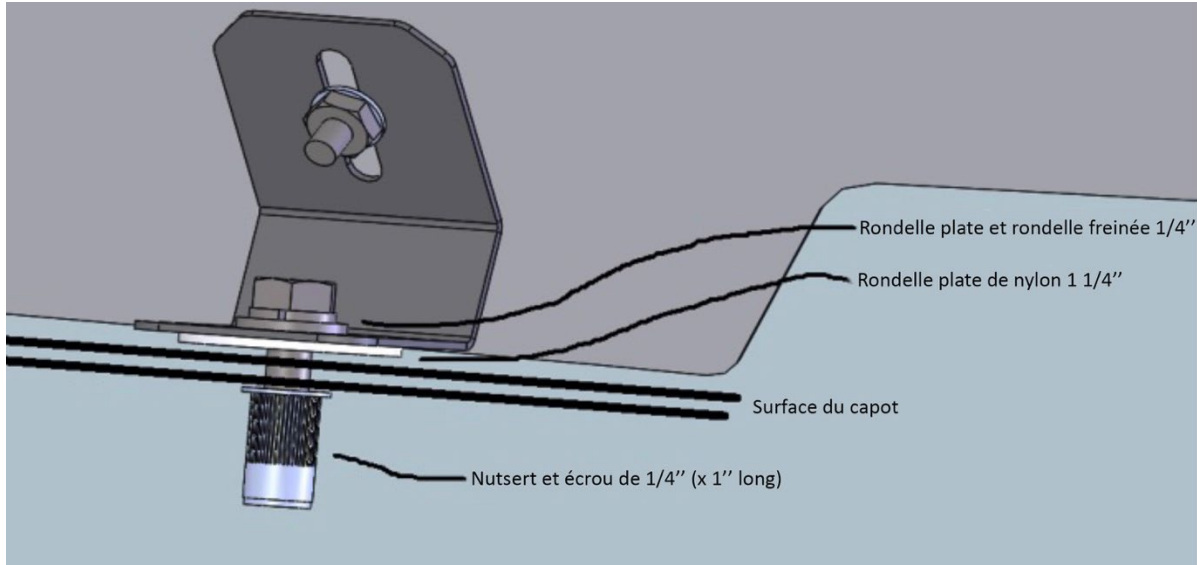

Figure 3: Quincaillerie utilisée pour installer les supports intérieurs
23. Remplacez le déflecteur d'insectes sur le capot et fixez temporairement les supports intérieurs avec la quincaillerie 1/4", tel qu'illustré à la Figure 3. (boulon hex 1/4-20x1" avec rondelle freinée et une rondelle plate, ainsi qu'une rondelle de nylon entre le support et le capot)